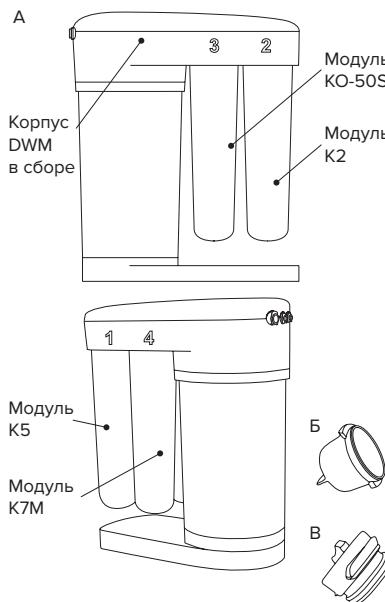

Рис. 1
1. Корпус DWM (рис. 1) состоит из верхней плиты с коллекторами для подсоединения сменных фильтрующих модулей, блока гидроавтоматики, основания, обеспечивающего устойчивость DWM. Верхняя плита закрыта декоративной крышкой, закрепленной пластиковыми фиксаторами. Важной деталью корпуса DWM является накопительный бак для чистой воды. Так как производительность обратноосмотической мембранны невелика (зависит от типа мембранны, температуры воды, давления в водопроводе), вода после мембранны поступает в накопительный бак для того чтобы Вы могли пользоваться чистой водой в любой момент и в необходимых количествах.